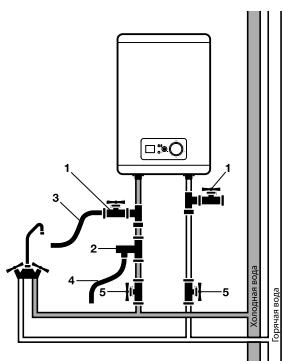

Рис. 6
- Присоедините дренажный шланг (позиция 3 на рис. 6) к запорному крану на тройнике на входе холодной воды в водонагреватель и направьте его в канализацию, либо в место слива воды. Откройте запорный кран и дождитесь полного слива воды.
При подключении к системе водоснабжения необходимо предусмотреть и реализовать установку индивидуальных запорных вентилей (позиция № 5 на рис. 6) на линии подачи холодной воды в водонагреватель и на линии выхода горячей. Индивидуальные запорные вентили по линии горячей и холодной воды, должны быть в закрытом состоянии в период неиспользования водонагревателя, проведения профилактических и техно-логических работ на линии водоснабжения. Установка и правильное использование запорных вентилей является обязательным условием при предоставлении гарантийного обслуживания, а так же залогом длительной и безаварийной работы водонагревателя. Для упрощения процесса слива воды из водонагревателя рекомендуется на входе и выходе воды из водонагревателя установить тройники (позиция 1 на рис. 6).
Для подключения водонагревателя к водопроводу применяются трубы диаметром G1/2. Подключение обратного предохранительного клапана (позиция 2 на рис. 6): клапан следует устанавливать в месте входа холодной воды (удостоверьтесь, что гибкая сливная трубка (позиция 4 на рис. 6) установлена, на отверстие спуска давления и слива воды и направлена вниз в специальный дренаж для удаления воды).